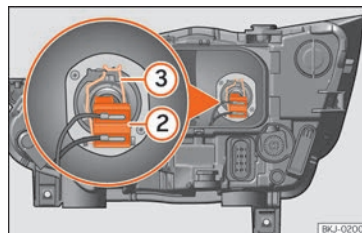

Fig. 103 Dans le compartiment moteur : ampoule des feux de croisement.
- Retirez le connecteur » **fig. 103** (2) de l'ampoule.
- Débranchez le ressort entrebâilleur » fig. 103 ③ en le pressant vers l'intérieur et vers la droite.